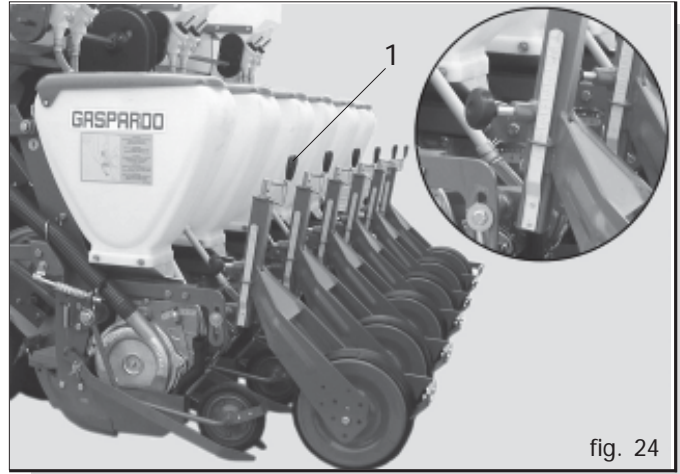

fig. 24
Para una buena germinación de la semilla es importante que se coloque la semilla a la profundidad justa en el lecho de siembra. Actuando sobre el mango, se varía en altura la posición de la hoz surcadora, determinando la profundidad del surco en el que se depositará la semilla (1 Fig. 24). **El índice graduado sirve para regular todos los surcadores en la misma profundidad. El indicador de la escala de regulación es progresivo y nunca indica una variación en cm de la profundidad de siembra.** En la configuración remolacha controle que el balancín esté centrado con respecto al surco de siembra; si fuera necesario regule el tornillo (1) de Figura 25.